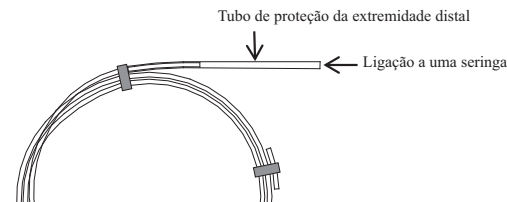

Figura 1
- Para o suporte com tubo de proteção da extremidade distal (consulte Como utilizar, Figura 1), não remova ou insira o tubo de proteção da extremidade distal enquanto o fio guia estiver alojado no suporte.
- Para o suporte com tubo de proteção da extremidade distal (consulte Como utilizar, Figura 1), remova o tubo de proteção da extremidade distal antes de alojar novamente o fio guia no suporte.